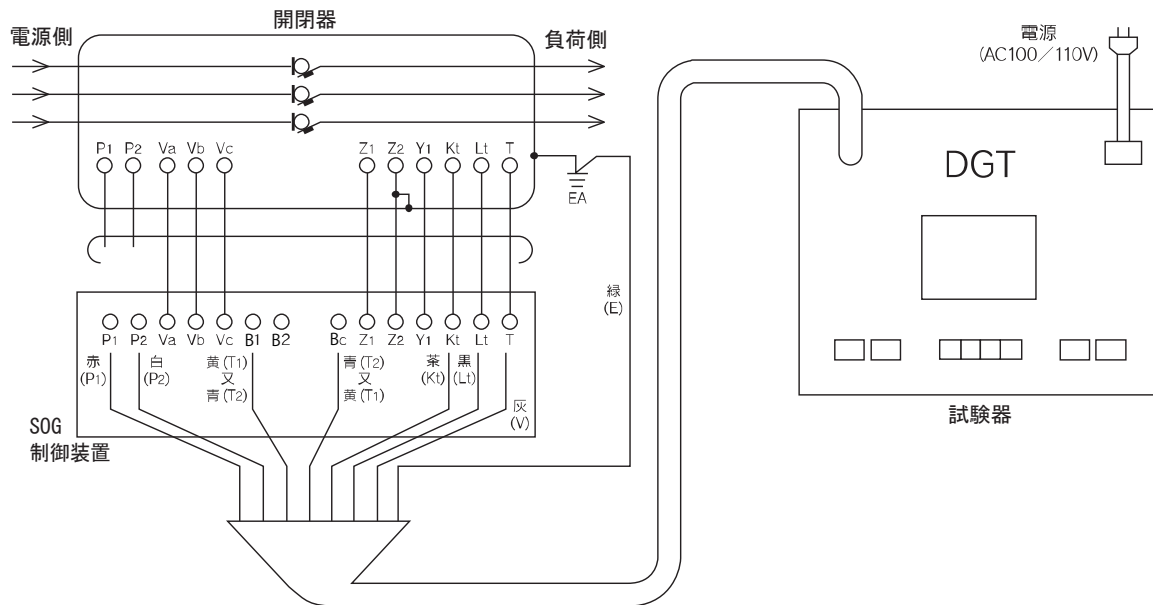

図 12 戸上電機製作所製 (DGT) によるテスト回路の一例
- ③ 図 12～17 の試験回路は SOG 制御装置だけの地絡動作時間測定となります。
- ④ 動作試験については開閉器が投入された状態でも可能ですが、開閉器をトリップさせない時は制御線 Va、Vb、Vc を SOG 制御装置の端子台から外してください。